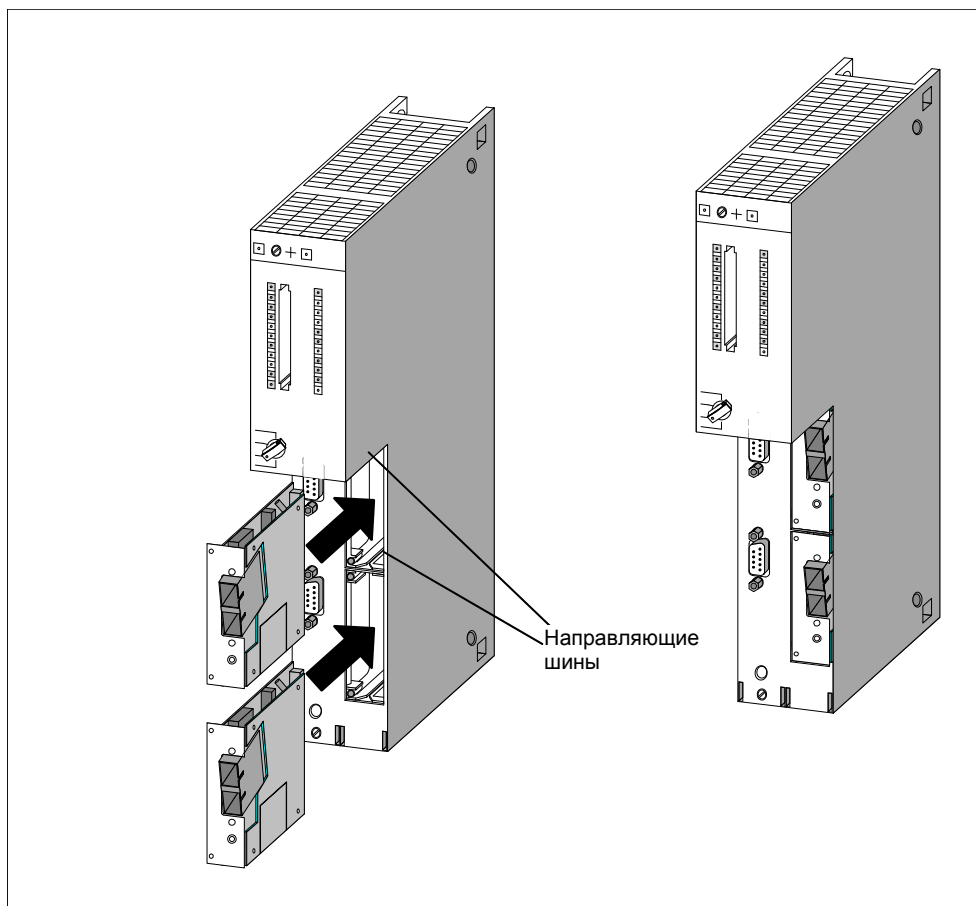

Рис. 6—4. Вставка интерфейсных submodule в CPU
2. Введите конец печатной платы интерфейсного субмодуля в нижнюю и верхнюю направляющие шины гнезда, как это показано на рис. 6–4.